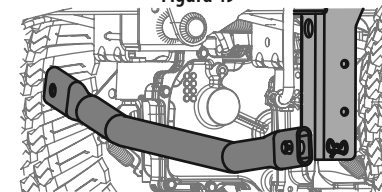

Figura 50
- b. Extraiga el pasador de chaveta con unión curva que está del lado izquierdo de la barra, que conecta la barra con el soporte del bastidor. Consulte la Figura 50.